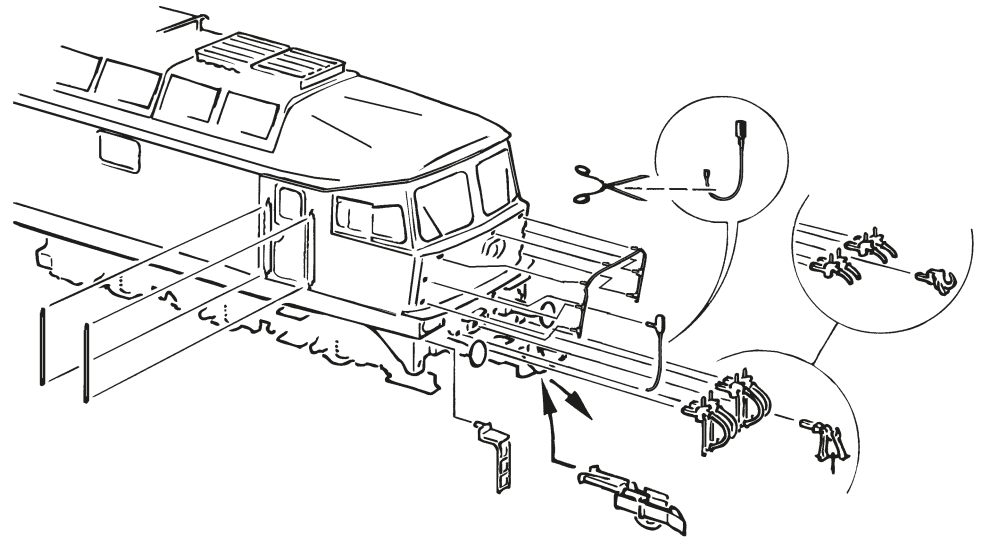

Fig. 6
**2. Schmierung:** Versehen Sie die im Schmierplan in Fig. 6 gekennzeichneten Stellen mit nur **kleinen Öltropfen**. Dazu zuerst das Lokgehäuse abnehmen (Fig. 2). Wir empfehlen den ROCO **Öler Art.-Nr. 10906**. Fürs Schmieren der Getriebeteile (Zahnräder, Schnecke) empfehlen wir das **ROCO-Spezialfett Art.-Nr. 10905**. Im Falle der Schmierung diese Teile **nicht ölen**.
**2. Lubrication:** Apply **tiny oil drops** to spots marked in fig. 6. Prior to lubrication dismantle locomotive (fig. 2). We recommend using item no. **10906, ROCO oiler**. For lubrication the gearparts (e.g. cogwheels, worm) we would recommend our ROCO **special grease** (item no. **10905**).
**2. Graissage:** N'appliquez **qu'une toute petite goutte** aux endroits indiqués par le plan de graissage (fig. 6) après avoir démonté la caisse de la locomotive (fig. 2). Nous vous recommandons **le graisseur à huile ROCO réf. 10906**. Pour graisser les engrenages (roues dentées, vis sans fin) nous vous conseillons la **graisse spéciale ROCO réf. 10905** pour engrenages en matières synthétiques. Lorsque vous utilisez cette graisse il faut éviter d'huiler ces composants.